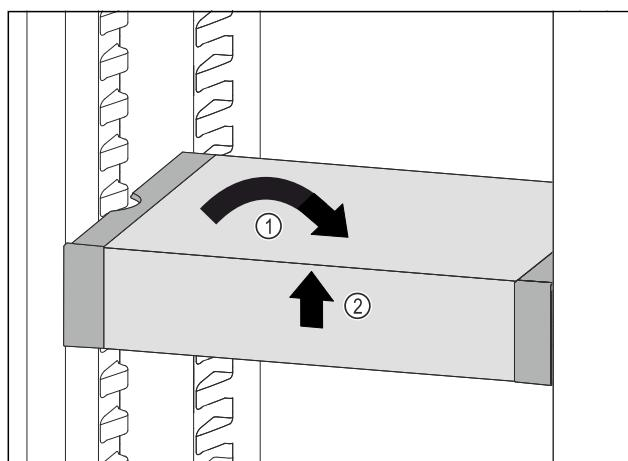

Fig. 128
- ▶ Изправете VarioSafe. Fig. 128 (1)
- ▶ Повдигнете VarioSafe отпред. Fig. 128 (2)